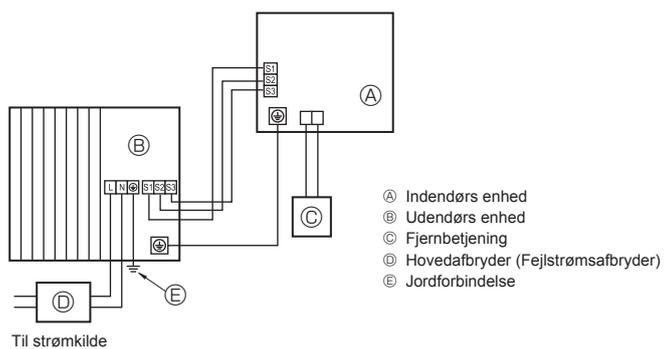
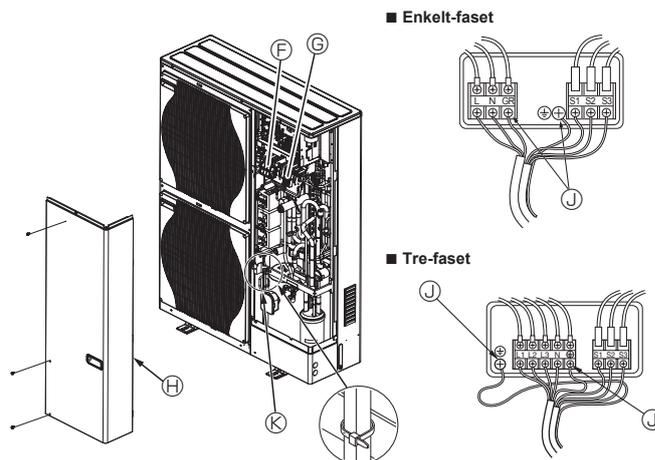

Fig. 5-1
Fig. 5-2
5.1. Udendørs enhed (Fig. 5-1, Fig. 5-2)
- 2 Før kablerne som angivet i Fig. 5-1 og Fig. 5-2.